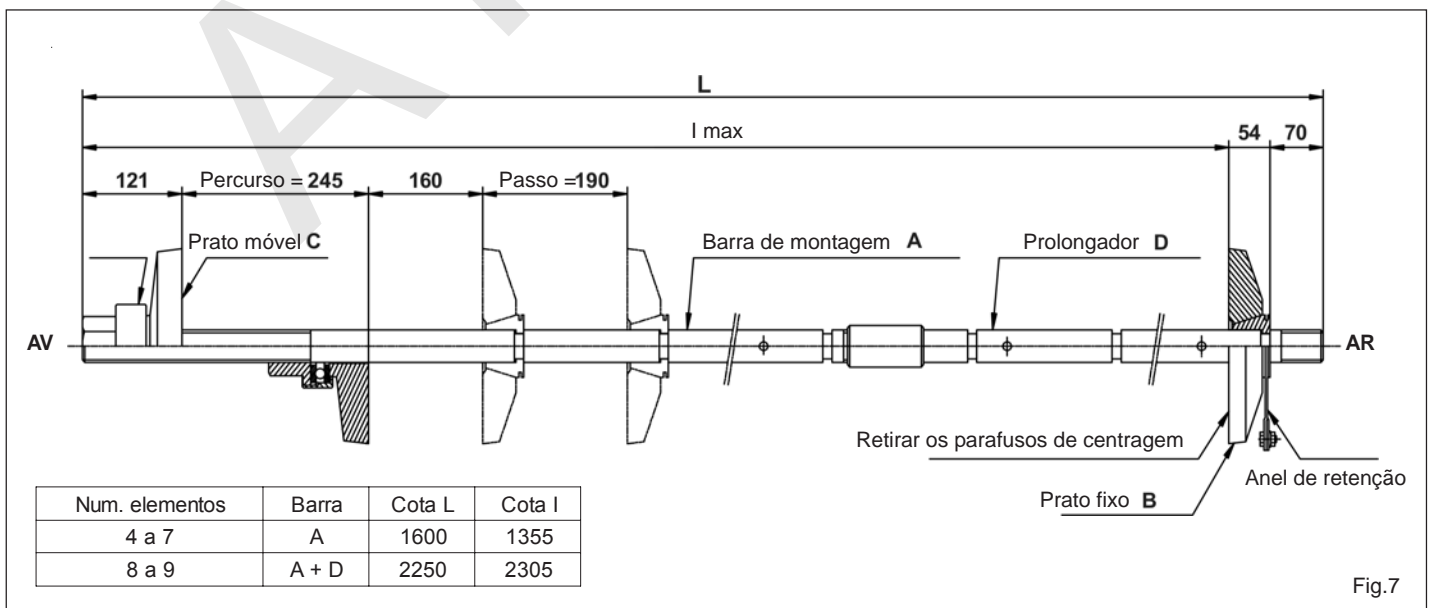

Fig.7
Po aperto é necessário utilizar um jogo de barras de montagem (fig.7), que inclui:
- 1.- Retirar os parafusos de centragem dos pratos de montagem (fixo e móvel, **B** e **C**) (fig. 7).
- 2.- Colocar uma barra de montagem (**A**) em cada fila de casquilhos de união. A rosca grande situa-se na parte dianteira **AV**, e esta rosca, juntamente com a porca de aperto, devem ficar à altura do elemento que queremos apertar (fig.7, distância 121 à placa móvel **C**).
- 5.- Antes de apertar, **Centrar as placas de montagem**. Para centrar as barras colocaremos dois parafusos de centragem (fig.7) na parte interior das placas fixas. Estas dispõem de diferentes medidas de centragem (seleccionar a mais conveniente para cada orifício).